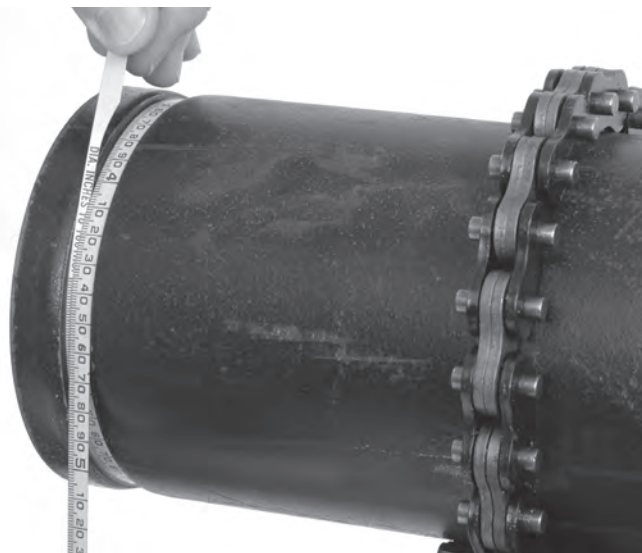

Figure 16 – Mesure du diamètre de rainure à l'aide d'un ruban métrique
5. Mesurez le diamètre de la rainure. Le meilleur moyen de mesurer le diamètre des rainures et d'utiliser un ruban métrique (se reporter à la rubrique *Accessoires*). Enveloppez le ruban autour du tuyau, à l'intérieur de la rainure. Assurez-vous que le ruban repose à plat au fond de la rainure, puis relevez le diamètre de la rainure (Figure 16).